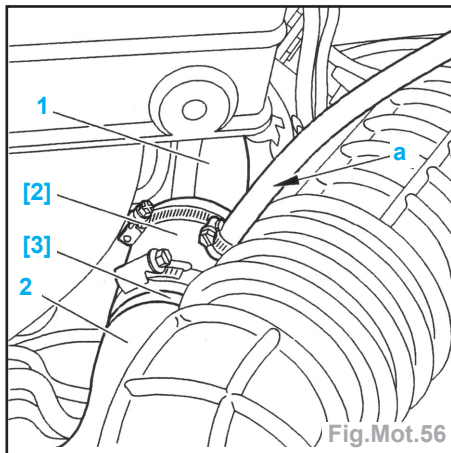

Fig.Mot.56
- Interposer l'outil [1] muni de l'outil [3], entre le tube (2) et le conduit (1) (Fig.Mot.56).